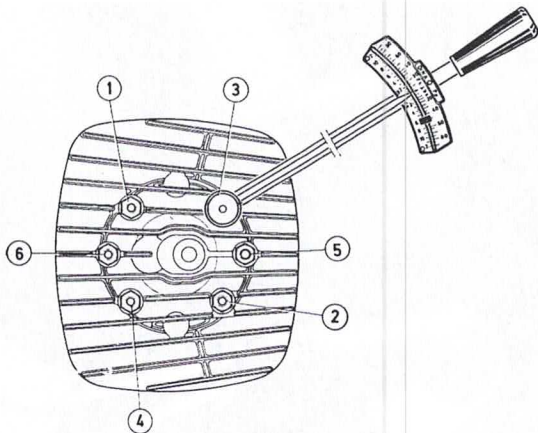

Bild 11
- Die Zylinderkopfmutter und -schrauben in der in Bild 11 angegebenen Reihenfolge um nicht mehr als eine halbe Umdrehung lockern. Den Vorgang noch dreimal wiederholen, bis jede Schraube und Mutter um zwei ganze Umdrehungen gelöst ist. Zum Lösen der Zylinderkopfstrebe Mutter Nr. 2 mit Scheibe und Schraube Nr. 5 mit Scheibe ganz ausschrauben. Alle Teile kennzeichnen, so dass sie in der genau gleichen Anordnung wieder eingebaut werden können.